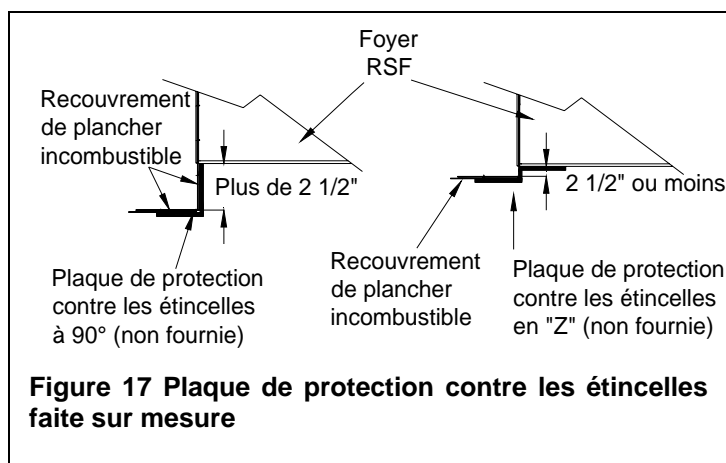

Figure 17 Plaque de protection contre les étincelles faite sur mesure
Si vous préparez une installation surélevée, vous aurez besoin d'une plaque de protection contre les étincelles faite sur mesure, soit pliée en "Z", soit pliée à 90° (voir Figure 17). La plaque de protection contre les étincelles en "Z" doit être utilisée lorsque la hauteur entre la base du foyer et le dessus du revêtement incombustible de plancher du prolongement de l'âtre est de 2½" ou moins. La hauteur de la plaque en "Z" doit correspondre à la distance entre la base du foyer et le dessous du revêtement incombustible de plancher. De plus, la plaque en "Z" doit s'avancer de 2½" ou plus en dessous de la base du foyer et en dessous du revêtement incombustible de plancher. Si la hauteur entre la base du foyer et le dessus du revêtement incombustible de plancher est plus de 2½", utilisez une plaque de protection contre les étincelles pliée à 90°. Chaque côté de la plaque pliée à 90° doit avoir au moins 2½" et doit être par la suite recouvert d'un matériau incombustible. Toute plaque de protection contre les étincelles doit avoir la largeur minimale spécifiée au Tableau 1 (I) et être installée centrée sur l'ouverture de la porte.